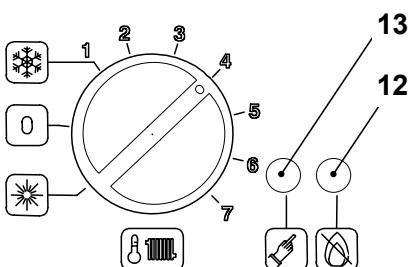

рисунок 3.2
**Если загорается индикатор блокировки** это означает, что сработала блокировка безопасности 12 (рисунок 3.2) и остановила работу котла
Чтобы снова запустить котел, необходимо нажать кнопку повторного включения котла 13 (рисунок 3.2)